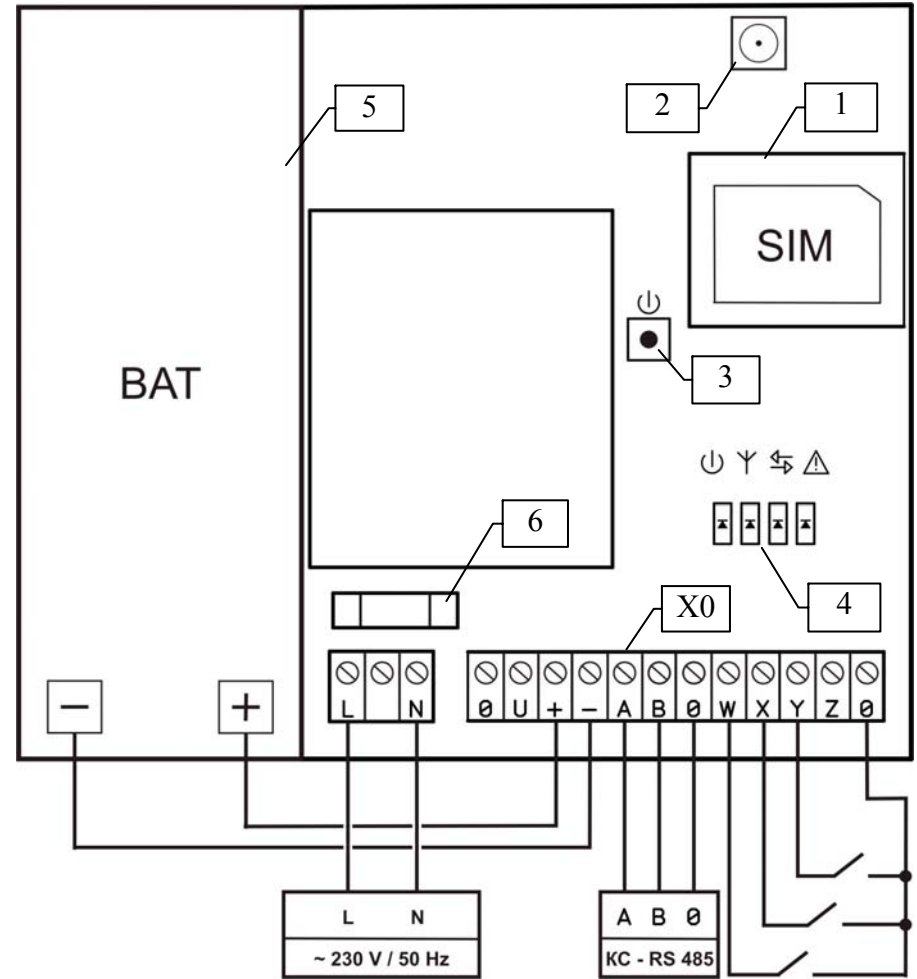

Рис. 1 Вид прибора и его подсоединение
5.1 Вид прибора (рис. 1)
Включение прибора осуществляется автоматически при подключении к внешнему источнику питания ~ 220 В / 50 Гц или при помощи нажатии кнопки «**Вкл./сброс**» (рис.1, поз.3) в течение 2 секунд при питании от аккумуляторной батареи.